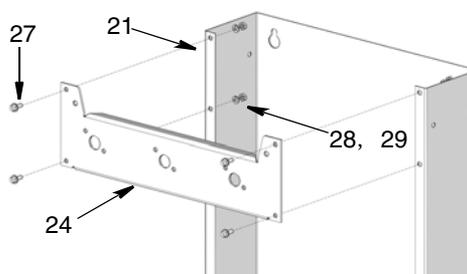

图 6
3. 使用螺丝 (27)、防松垫圈 (28) 和螺母 (29) 以及现有的孔将流量计安装板 (24) 连接到分配器 (21)。牢牢地拧紧螺丝。有关这些零配件的正确安装方向，请参考图 6。